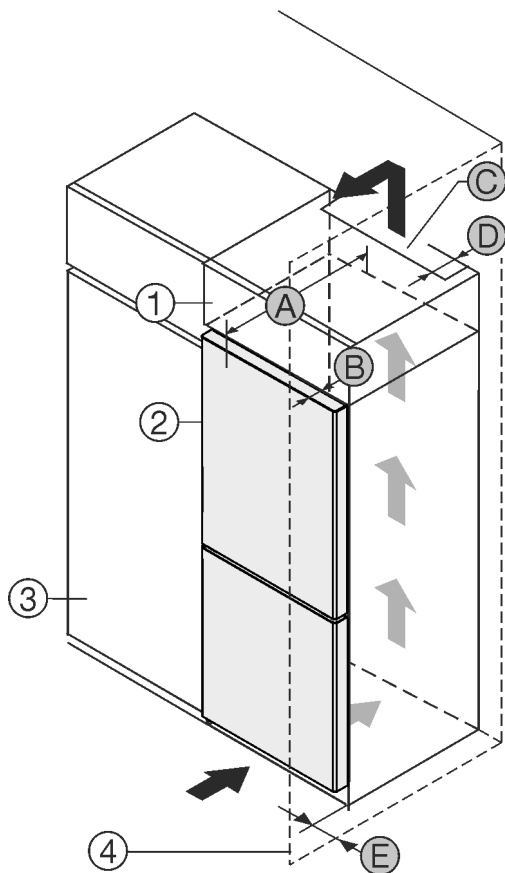

Fig. 1
Gerät direkt neben dem Küchenschrank Fig. 1 (3) aufstellen.*
An der Rückseite des Aufsatzschrankes muss ein Abluftschacht mit der Tiefe Fig. 1 (D) über die gesamte Aufsatzschrankbreite vorhanden sein.
Unter der Raumdecke muss der Entlüftungsquerschnitt Fig. 1 (C) eingehalten werden.
Wenn das Gerät mit den Scharnieren neben einer Wand Fig. 1 (4) aufgestellt wird, muss der Abstand zwischen Gerät und Wand mindestens 40mm betragen. Dies entspricht dem Griffüberstand bei geöffneter Tür.
Um die Türe vollständig öffnen zu können, muss Gerät um die Türtiefe Fig. 1 (B) gegenüber der Küchenschrankfront vorstehen. Abhängig von der Tiefe der Küchenschränke Fig. 1 (3) und Verwendung von Wandabstandshaltern kann das Gerät weiter herausragen.*
Um die Türe vollständig öffnen zu können, muss Gerät um die Türtiefe (B) gegenüber der Küchenschrankfront vorstehen. Abhängig von der Tiefe der Küchenschränke Fig. 1 (3) und Verwendung von Wandabstandshaltern kann das Gerät weiter herausragen.*